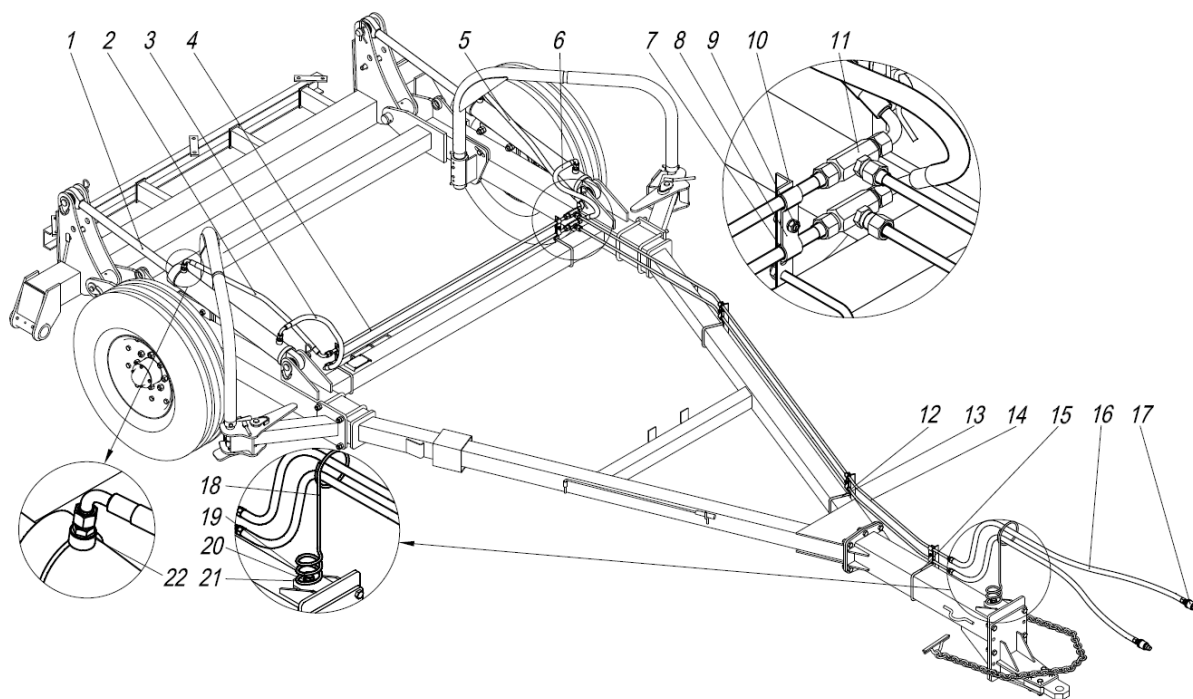

Рис.17 Гидросистема СГВ 05.000А
2.1.13 Гидросистема бороны (рис.17) служит для подъема и опускания рабочих органов на развороте, а также при переводе бороны в транспортное положение. Гидросистема состоит из двух гидроцилиндров 1, соединяющих раму с ницы с центральной балкой, трубопроводов 4,14, рукавов высокого давления 2,3,5,6 и 16, опоры 18, соединительной гидроарматуры, кронштейнов 10 и болтокрепёжа (для закрепления гидротрассы).